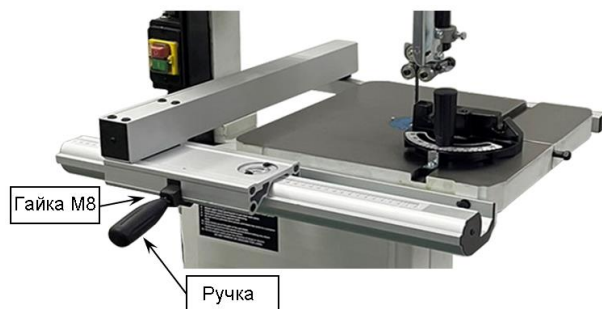

Рисунок 11
3. Навинтите 1 гайку M8 на ручку фиксации упора, затем вкрутите ручку в упор и закрепите ее на месте, затянув гайку к упору. Переместите ручку фиксации упора вверх, расположите переднюю поверхность упора между стойкой и пильным полотном, как показано на рисунке 20, затем поместите упор на переднюю направляющую (см. рисунок 11).
4. Положите упор (рисунок 11) на направляющую и выровняйте профиль упора параллельно пазу углового упора в столе.